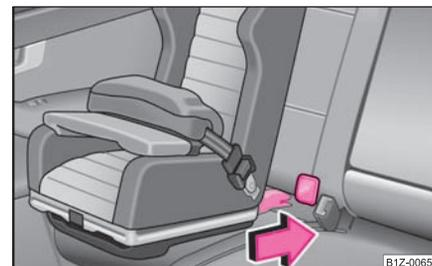

Fig. 138 Les sièges pour enfants ISOFIX sont insérés dans les ergots déjà montés
- Poussez les bras de fixation du siège pour enfants au-dessus des ergots déjà montés dans les oeillets de retenue jusqu'au déclic ⇒ fig. 138.